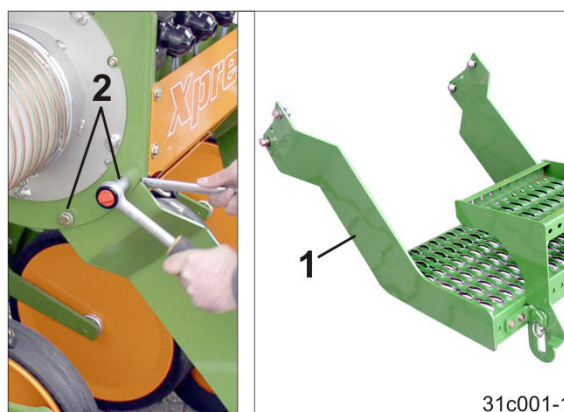

Fig. 10
2. Afmonter læssebroen (Fig. 10/1).
- 2.1 Læssebroen er fastgjort med 4 skruer (Fig. 10/2).
6. Monter læssebroen (Fig. 10).